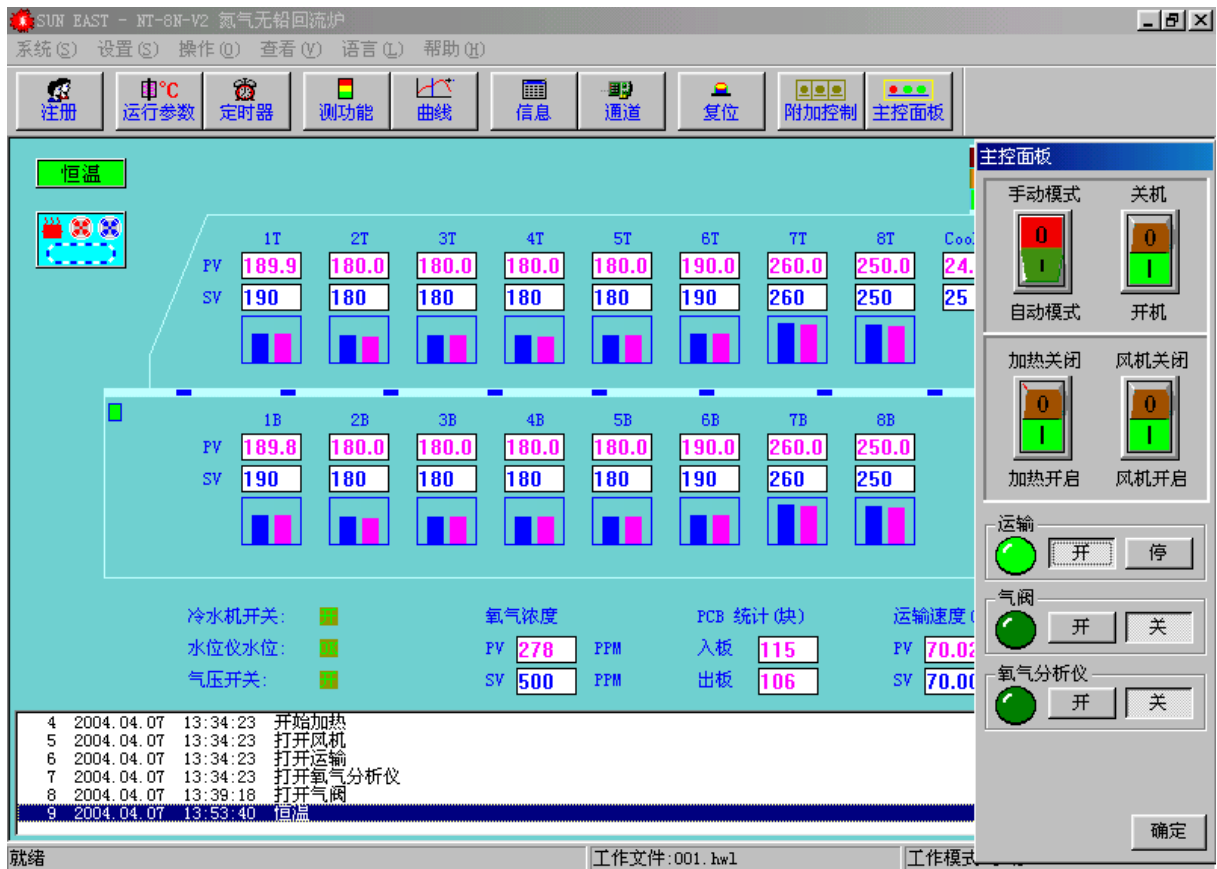

图 5-19
- 单击 [主控面板] 按钮，显示“操作面板”对话框。如图 5-19 所示。